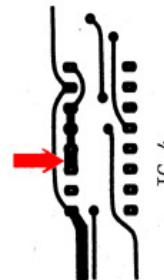

Bild 10: Printausschnitt beim IC 4 von unten (Lötseite)
- 3.3.8 Der Jumper (JP) Y befindet sich beim IC 4 auf der Unterseite der Platine. Es müssen Pin 3 und 4 verbunden werden (siehe Bild 10).